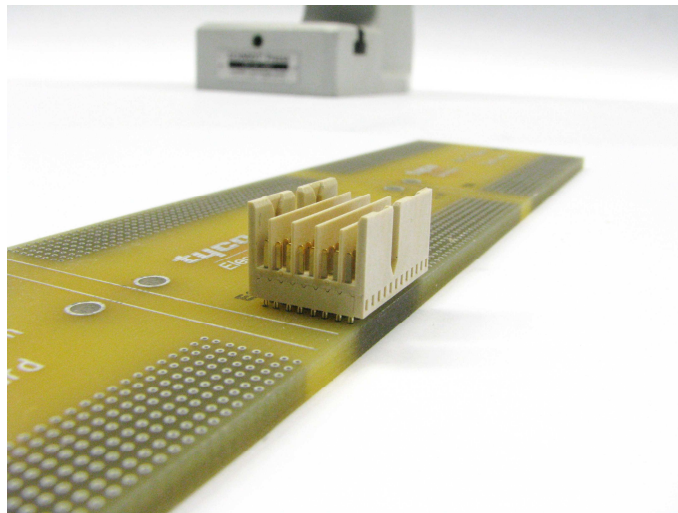

Abbildung 5
1. Als Erstes wird die Messerleiste auf die Leiterplatte gesetzt. Es ist darauf zu achten, dass alle Stifte korrekt in die vorgesehenen Bohrungen eingeführt sind (siehe Abbildung 5).
1. At first the male connector is placed onto the pc-board. Make sure that all pins are fitted into the according bores properly (see figure 5).